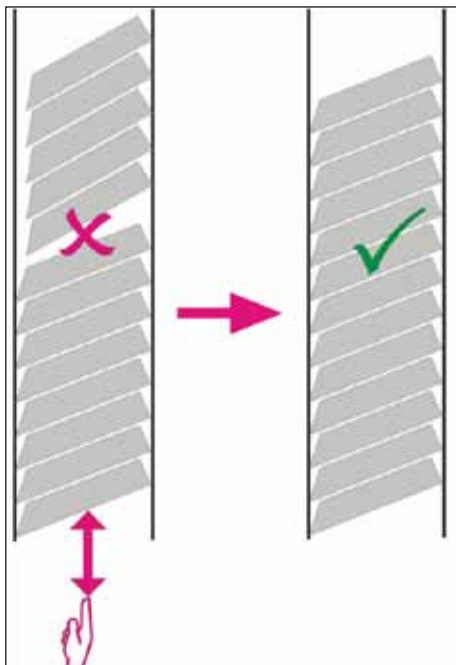

Fig. 29
✓ Kassetterne bør nu ligge korrekt i magasinet (→ "Fig. 29").
- Hvis der anvendes tape kassetter, skal det kontrolleres, at den stabel, der lige er isat, flugter perfekt med de tidligere isatte kassetter (→ "Fig. 29").